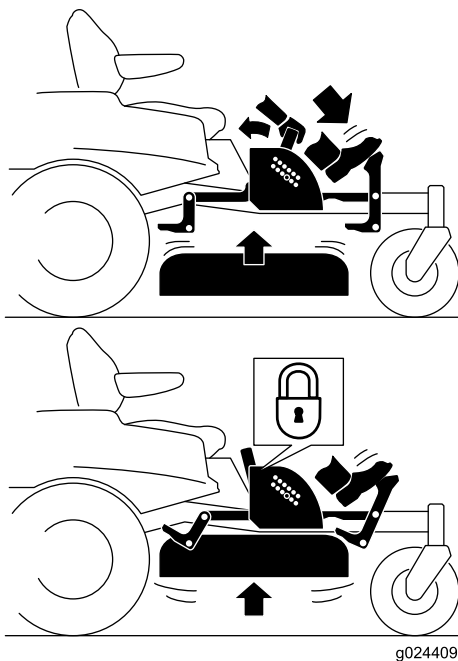

Figura 26
- Pise el pedal de elevación de la carcasa para levantarla; siga pisando el pedal hasta que la carcasa quede bloqueada en la posición de transporte (Figura 26).
- Pise el pedal de elevación de la carcasa y tire hacia atrás de la palanca de bloqueo de transporte para desactivar el bloqueo de transporte (Figura 26).
4. Pise el pedal de elevación de la carcasa y tire hacia atrás de la palanca para desactivar el bloqueo de transporte (Figura 26).